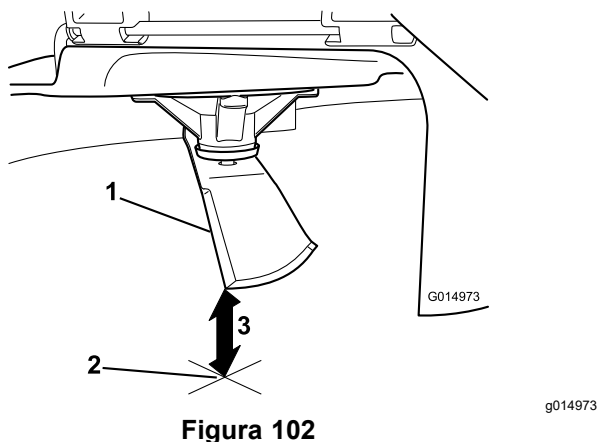

Figura 102
5. Mida desde la punta de la cuchilla hasta la superficie plana (Figura 102).